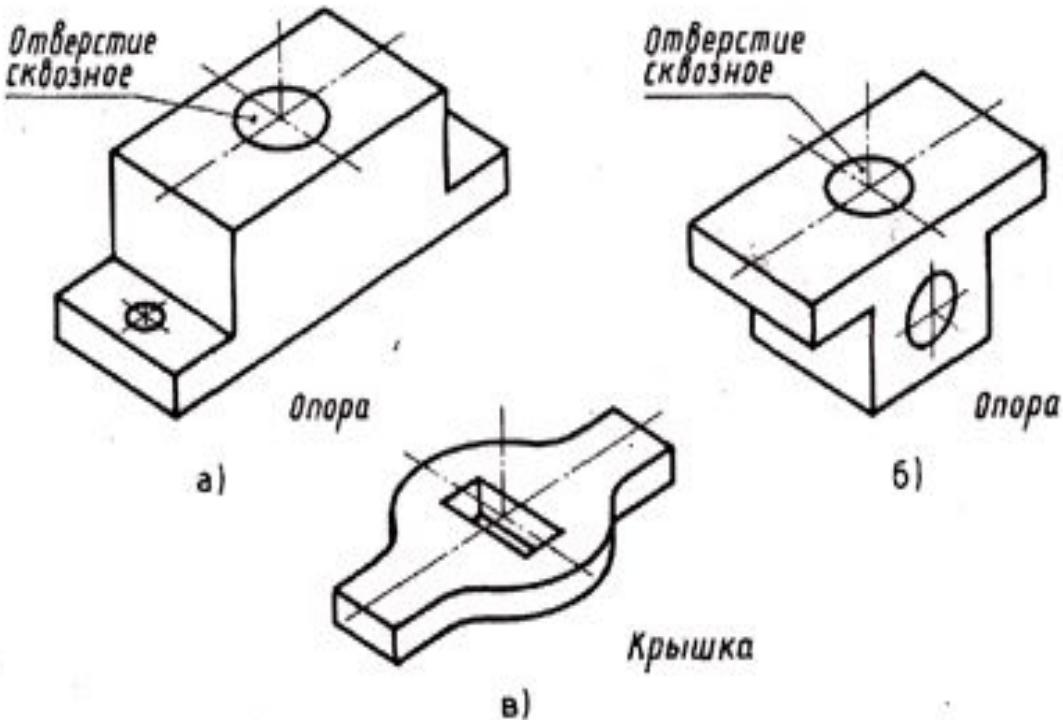

Рис. 101. Наглядные изображения деталей
4. Выполните на бумаге в клетку технический рисунок одной из деталей (рис. 101), используя правила построения какой-либо аксонометрической проекции и любого приема оттенения.